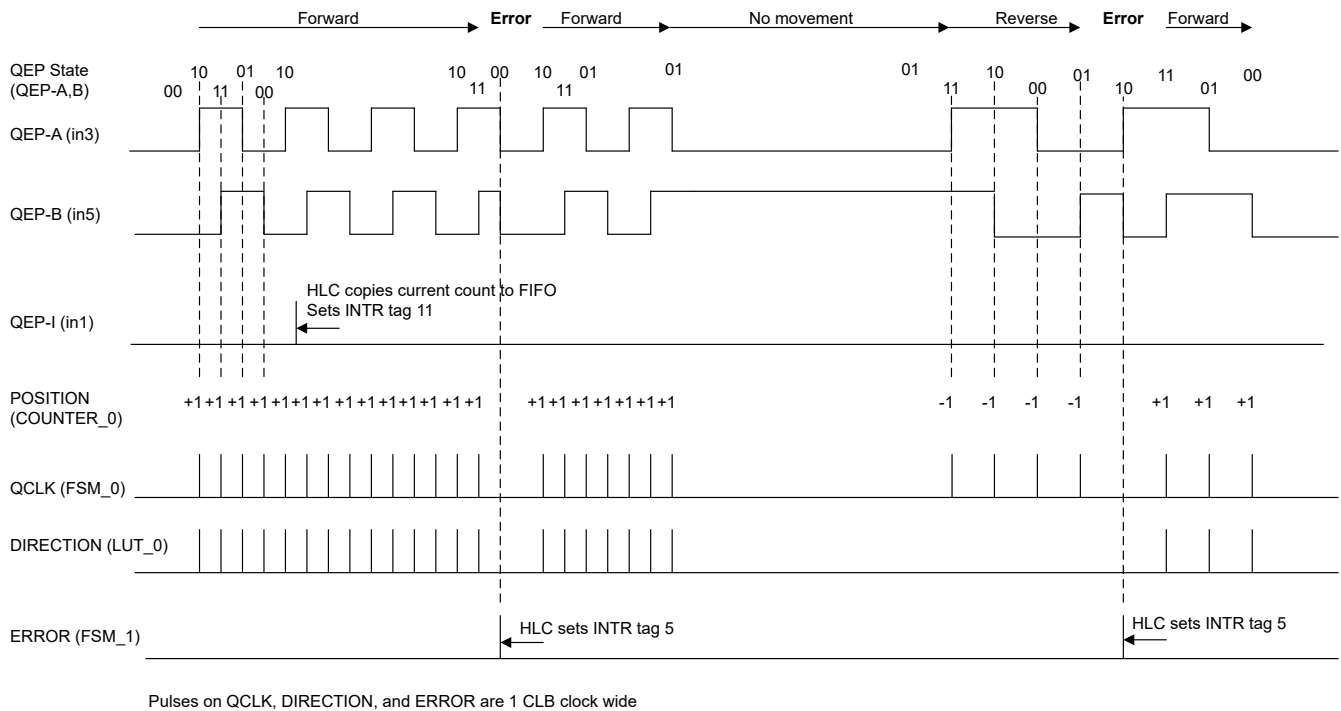

图 5-3. QepOnClib 波形示例
QEP 解码器解读来自增量编码器的脉冲序列输出。基本 QEP 脉冲序列包含信号 QEP-A、QEP-B 和 QEP-I，如图 5-3 中所示。这些信号具有以下特性：
2. 绘制波形，有助于直观展示 CLB 块之间的理想交互。图 5-3 包含示例 QEP 波形、CLB 生成的信号以及用于实现此特性的相应 CLB 块。